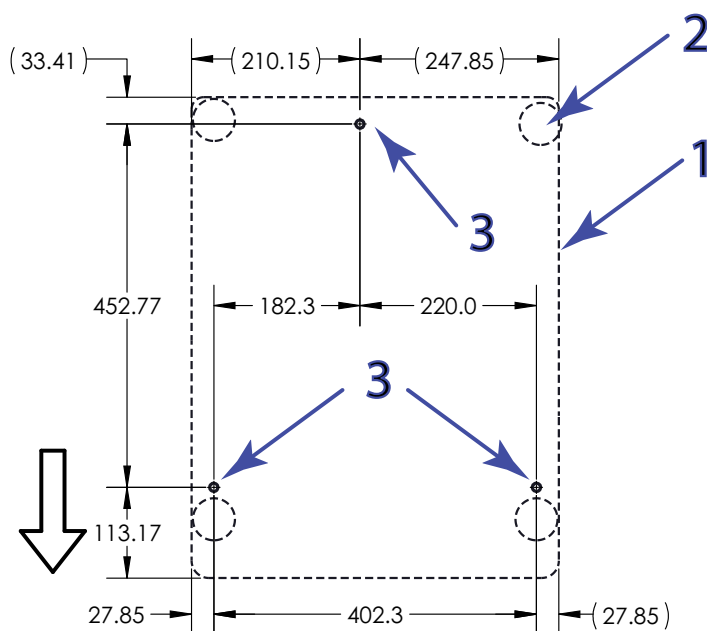

Figura 12. Ubicación de los puntos de anclaje (visto desde arriba)
Leyenda de la Figura 12
1. Consulte la Figura 12 en la página 63 y taladre los orificios en la mesa en las ubicaciones adecuadas, de modo que queden alineados con los puntos de anclaje de la base del bastidor. Se recomienda taladrar orificios de 15 mm (0,59 in) de diámetro.